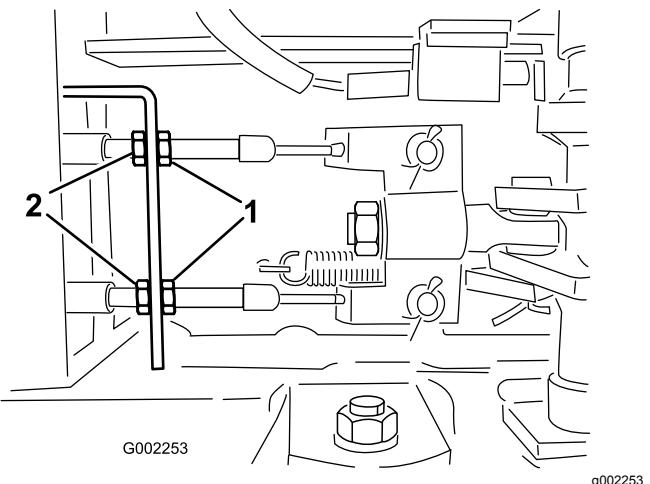

Figure 92
- Desserrez les écrous de blocage avant sur les câbles de frein, sous l'extrémité avant du pulvérisateur (Figure 92).
- Serrez les écrous de blocage arrière uniformément jusqu'à ce que la pédale s'enfonce de 1 à 2 cm avant que vous sentiez une résistance (Figure 92).